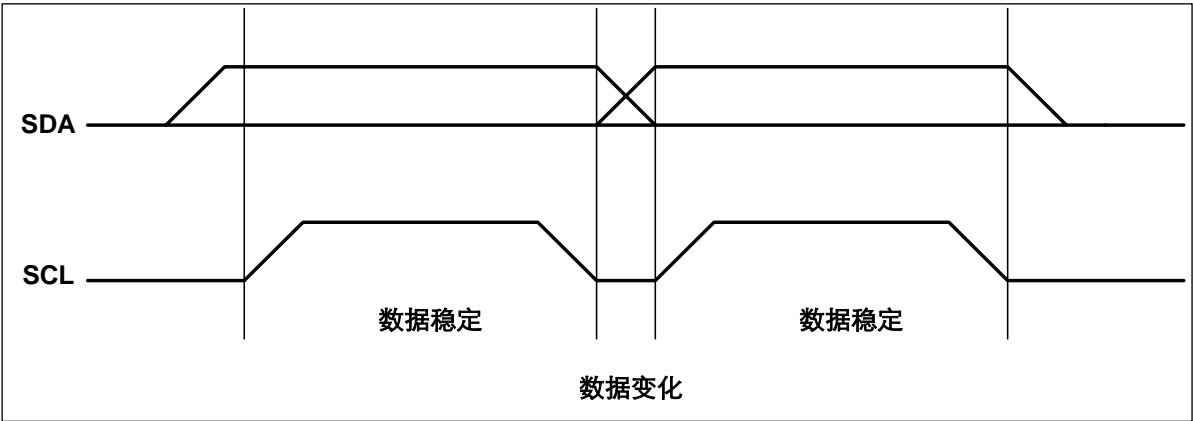

图 9-3 数据有效时序
**时钟有效时序:** SDA 引脚通常被外围器件拉高。SDA 引脚的数据应在 SCL 为低时变化(参见图 9-3); 当数据在 SCL 为高时变化, 将视为下文所述的一个起始或停止命令。